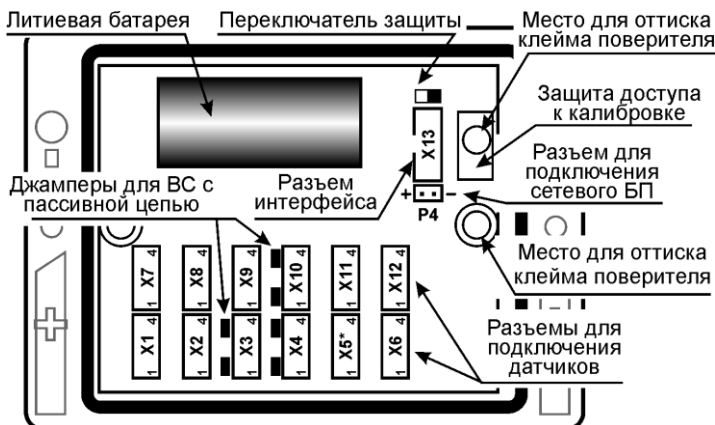
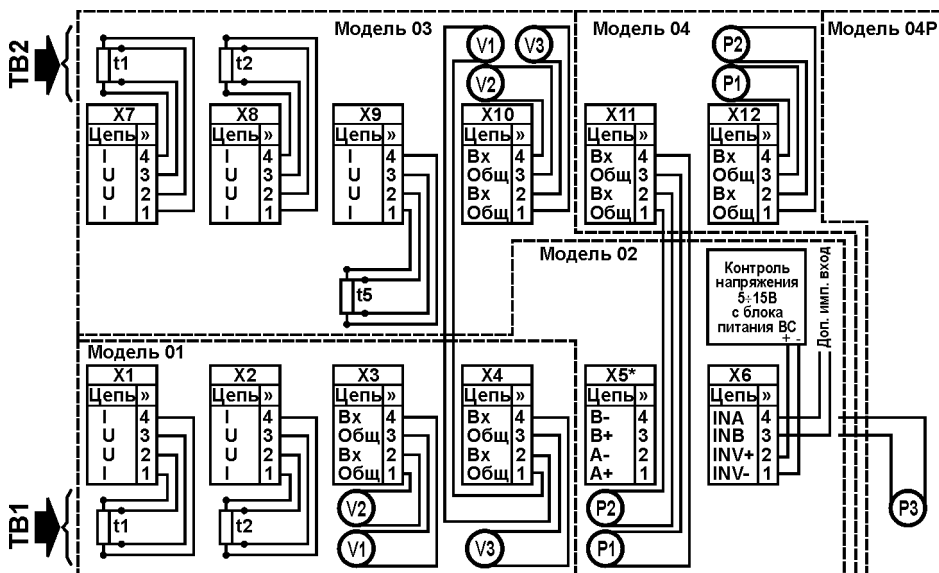

Рис. 5.3 – Вид снизу на снятую крышку BKT-7
Рис. 5.4 – Схема подключения датчиков к разъемам BKT-7
Контроль наличия сетевого питания в вычислителях организован путем подачи напряжения 5...15 В на контакты 1 и 2 разъема X6 (рис. 5.4). Вход контроля имеет гальваническую развязку. Максимальное значение тока потребления не превышает 15 мА.
- от блока питания одного из расходомеров (см. схему подключения рис. 5.4);
При установке сетевого блока питания исполнения **02** в качестве сигнала контроля сетевого питания используется непосредственно напряжение питания 3,6 В, подаваемое на разъем Р4 (см. рис. 5.3). Напряжение на разъеме X6 в данном случае игнорируется.
В случае пассивного типа выхода следует установить перемычку (джампер), показанную на рис. 5.3 слева от соответствующего разъема X3, X4 и X10, а при активном – снять ее.
Разъемы для подключения внешних цепей находятся на модуле в верхней части ВКТ-7. Размещение разъемов приведено на рис. 5.3, а схема подключения датчиков – на рис. 5.4. При поставке ВКТ-7 ответные части разъемов и джамперы установлены.
- убедиться, что левее каждого из имеющихся разъемов X3, X4 и X10 установлены джамперы (рисунок 5.3). В противном случае джамперы следует установить, взяв их из состава поставки комплекта соединителей;
- при автоматизированной проверке убедиться, что в вычислителе установлен адаптер RS232 или универсальный адаптер RS485/RS232. В противном случае (установлен адаптер RS485 или Ethernet) следует подключить к разъему X13 (рисунок 5.3) адаптер RS232, взяв его состава поставки комплекта соединителей.